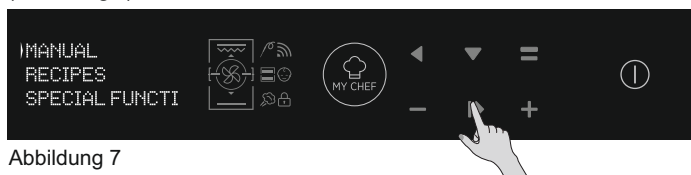

Abbildung 7
- Drücken Sie die OK-Taste, wenn der Pfeil auf der Anzeige unter MANUELL erscheint, um ein Garen in 3 einfachen Schritten einzustellen. (Abbildung 7)